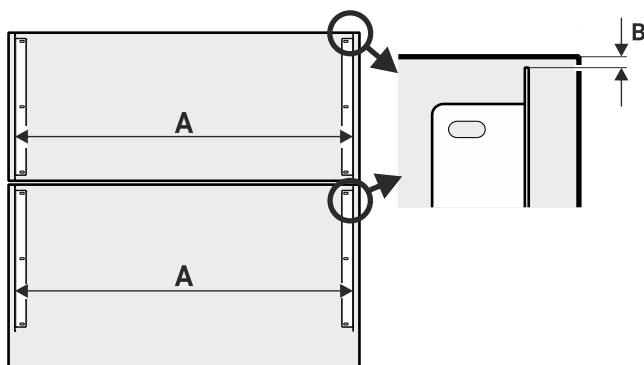

Fig. 42
- Namontujte upevňovací úhelníky s ohledem na vzdálenost Fig. 42 (A) a vzdálenost Fig. 42 (B).